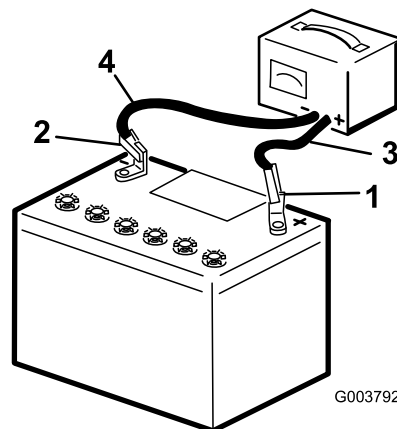

Figura 50
2. Cargue la batería durante 4 a 8 horas a un ritmo de 3 a 4 A (Figura 50). No sobrecargue la batería.
3. Cuando la batería esté completamente cargada, desconecte el cargador de la toma de electricidad, luego desconecte los cables del cargador de los bornes de la batería (Figura 50).